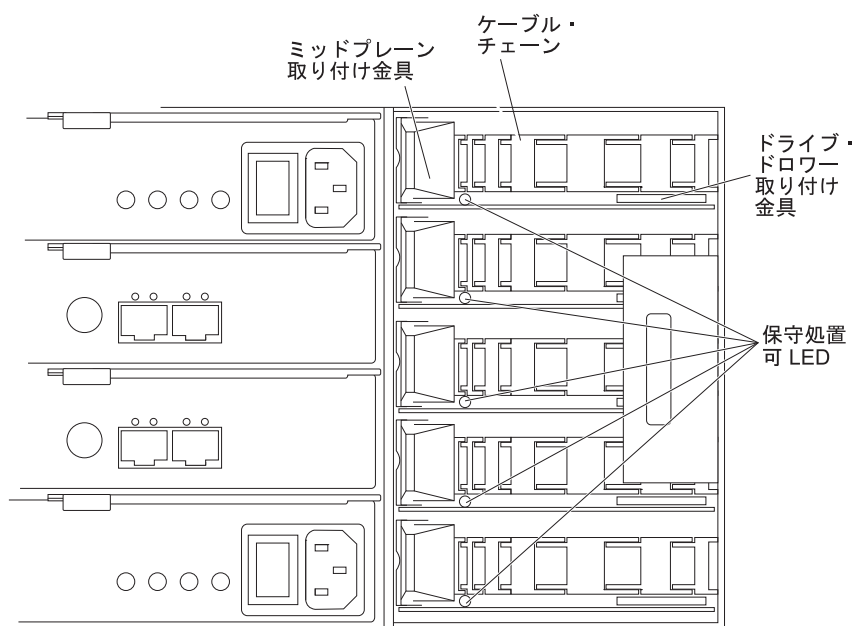

図 87. 右のファン・アセンブリーを取り外したストレージ拡張エンクロージャの背面図
- a. ドライブ・エンクロージャの背面で、右のファン・アセンブリーを取り外します。ファン・アセンブリーを取り外すステップについては、158 ページの『ファン・アセンブリーの交換』を参照してください。図 87 に、ファン・アセンブリーを取り外した状態のそのエリアの様子を示します。